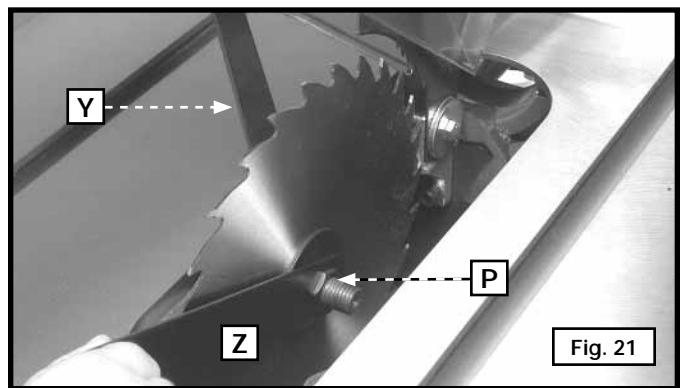

Fig. 21
12. Coloque la hoja de la sierra con los dientes hacia abajo en la parte frontal del banco de la sierra (Fig. 21). Coloque la brida de la hoja externa y la tuerca de eje (X). Con la llave abierta (Y) en las partes planas del eje, ajuste la tuerca de eje. Para esto, gire la llave de cubo (Z) hacia la derecha.